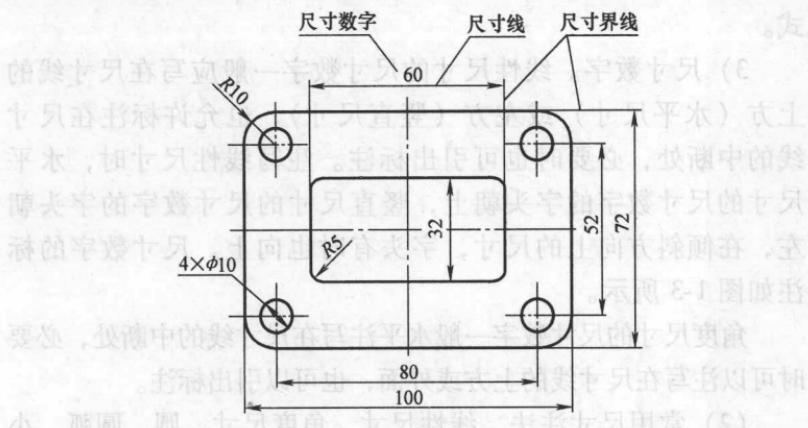

图 1-3 尺寸标注
(1) 尺寸的组成 如图 1-3 所示, 尺寸由尺寸界线、尺寸线和尺寸数字等三个要素组成。
3) 尺寸数字。线性尺寸的尺寸数字一般应写在尺寸线的上方（水平尺寸）或左方（竖直尺寸），也允许标注在尺寸线的中断处，必要时也可引出标注。注写线性尺寸时，水平尺寸的尺寸数字的字头朝上，竖直尺寸的尺寸数字的字头朝左，在倾斜方向上的尺寸，字头有时也向上。尺寸数字的标注如图 1-3 所示。